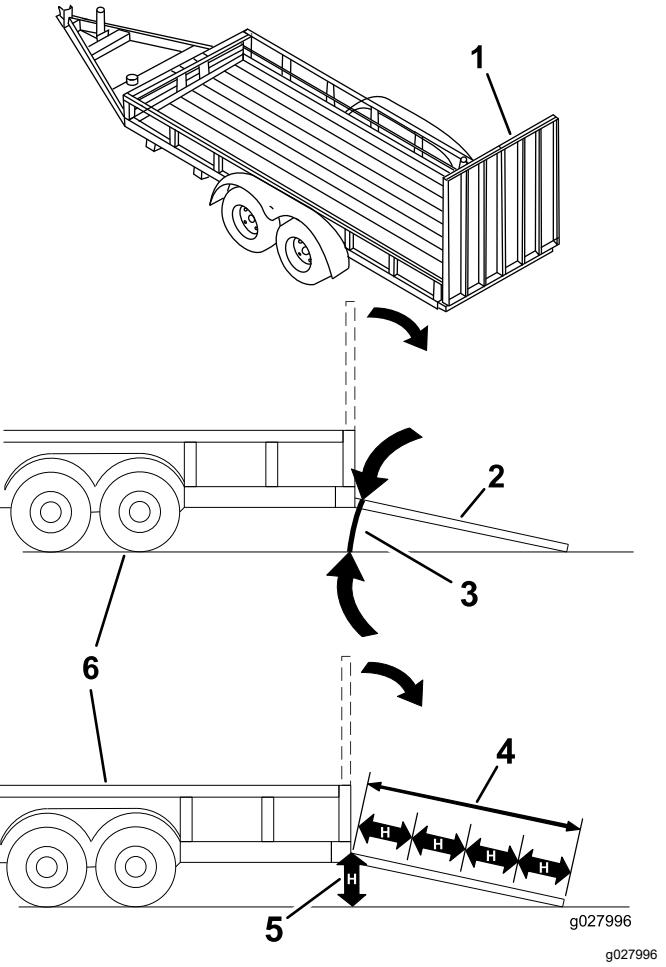

Figura 31
Quando si carica la macchina su un trailer o un autocarro si aumenta il rischio di ribaltamento, che può causare gravi ferite ed anche la morte (Figura 31).
3. Abbassate la rampa, assicurandovi che l'angolazione tra la rampa e il terreno non superi 15 gradi (Figura 31).
1. Abbassate la rampa, assicurandovi che l'angolazione tra la rampa e il terreno non superi 15 gradi (Figura 31).